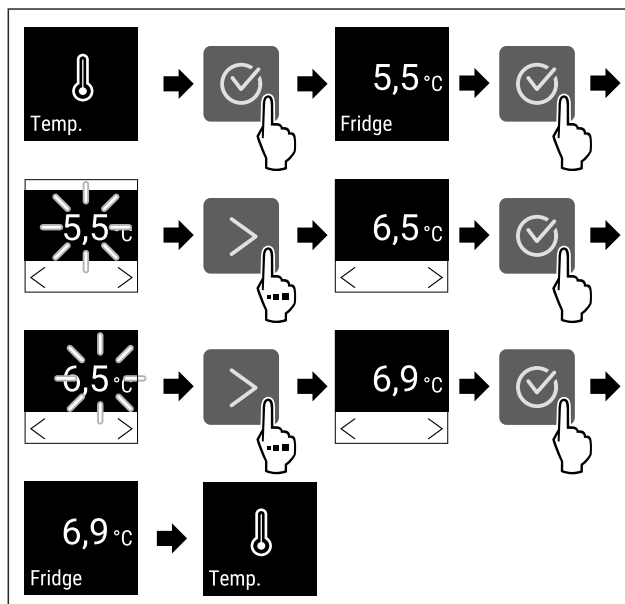

Fig. 69 Temperatuurwissel van 5,5 °C tot 6,9 °C
- ▶ Stappen (zie Fig. 69) uitvoeren.